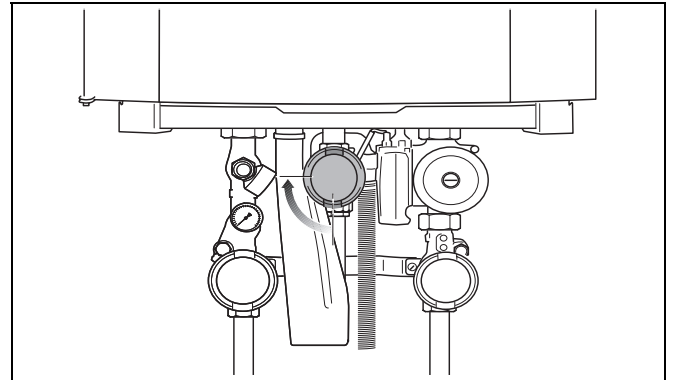

Рис. 16 Открытие крана подачи газа
- Медленно открыть кран подачи газа. Для этого нажать кран для подачи газа и повернуть влево на ¼ оборота (рис. 16). Кран подачи газа открыт, когда он находится в вертикальном положении.